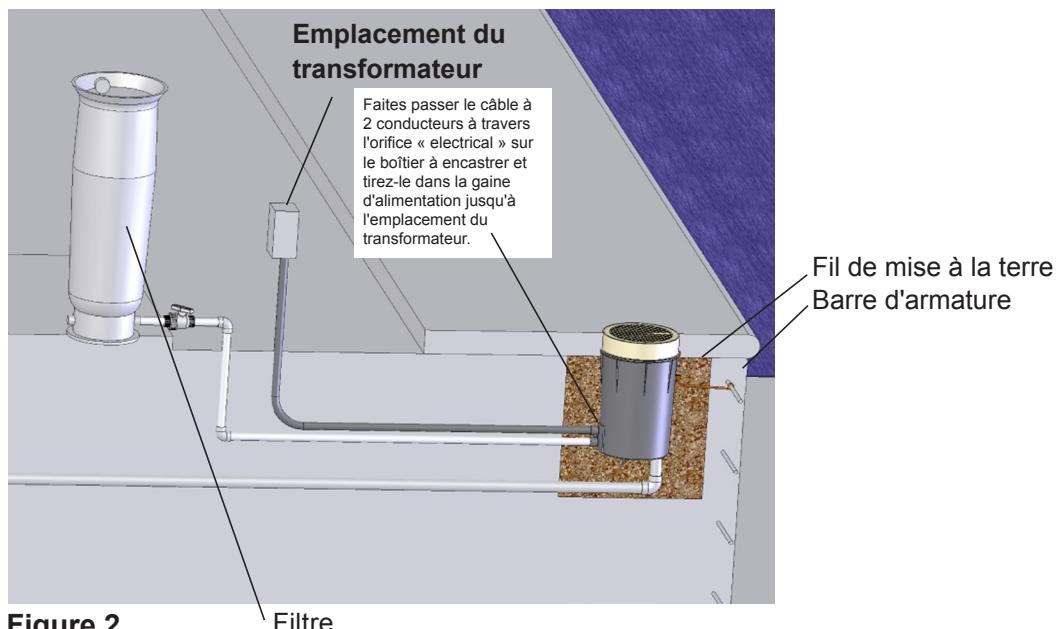

Figure 2
- Faites passer le câble à deux conducteurs de calibre 14 à travers l'orifice repéré par la mention « electrical » sur le boîtier à encastrer et tirez-le dans la gaine d'alimentation en électricité jusqu'à l'emplacement du transformateur (Figure 2).